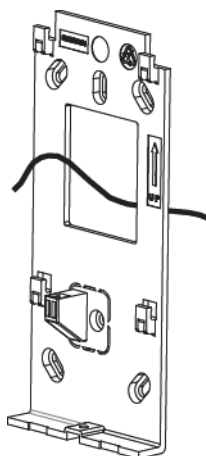

Figura 2
2. Inserire il cavo attraverso il foro di passaggio della staffa di fissaggio (vedi Figura 2).